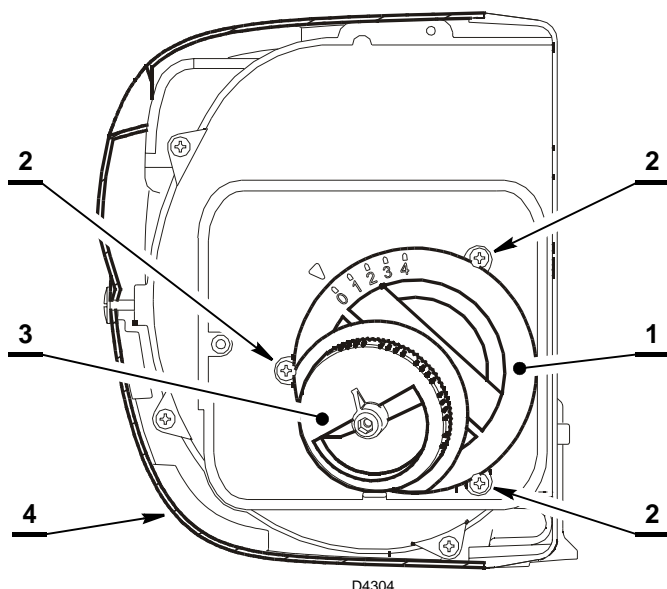

Fig. 17
In funzione della potenza del bruciatore, è necessario regolare l'aria mediante la rotazione dell'adduttore 1) (Fig. 17) e successivamente della manopola 3).
- togliere il cofano al bruciatore 1) (Fig. 17), allentare le quattro viti 2);
- Si effettua ruotando la manopola 3) (Fig. 17). La rotazione in senso orario limita la sezione del passaggio d'aria e fa aumentare il valore della CO₂; in senso antiorario avviene il contrario.
Per nessun motivo deve essere ostruita l'entrata dell'aria nella zona manopola 3) (Fig. 17), nonché nella zona griglia di aspirazione 10) (Fig. 3), ad eccezione della presenza del cofano.
E' vietato accedere all'interno dell'apertura di aspirazione della manopola 3) (Fig. 17) con le dita o qualsiasi utensile.